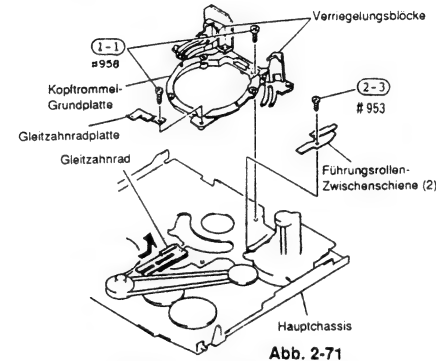

Abb. 2-71
- 1) Zwei (2) Befestigungsschrauben der Kopftrommel-Grundplatte entfernen (siehe Abb. 2-71).
(2) Führungsrollen-Zwischenschleife (2)
- 3) Eine (1) Befestigungsschraube der Führungsrollen-Zwischenschleife (2) entfernen (siehe Abb. 2-71).
- 4) Die Führungsrollen-Zwischenschleife (2) aus dem Hauptchassis entfernen.
- 2) Das Gleit Zahnrad in Richtung des Pfeiles von dem Hauptchassis abnehmen (siehe Abb. 2-71).